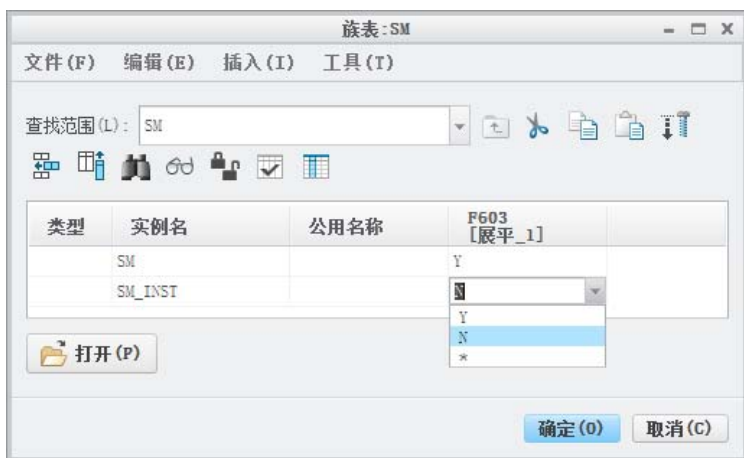

图 10.2.6 “族表 SM”对话框
Step3. 增加族表的行。在“族表 SM”对话框中，选择下拉菜单 **插入(I)** → **实例行(R)** 命令，系统立即添加新的一行，如图 10.2.6 所示，单击*号栏，将*号改成 N，这样在 SM_INST 实例中就不显示展平特征。